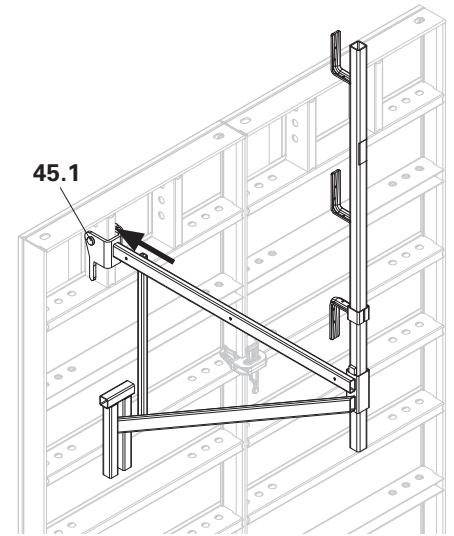

Fig. A8.02b
1. Insertar el poste de barandilla HSGP-2 (46).
3. Desplazar las consolas (45) sobre las rigidizaciones de los paneles y asegurar con bulón y grupilla de seguridad. (Fig. A8.02b)